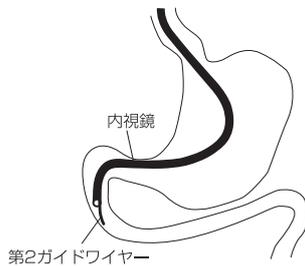

図2
8. 内視鏡の鉗子孔より第2ガイドワイヤーを挿入して、十二指腸下行脚に留置する（図2）。